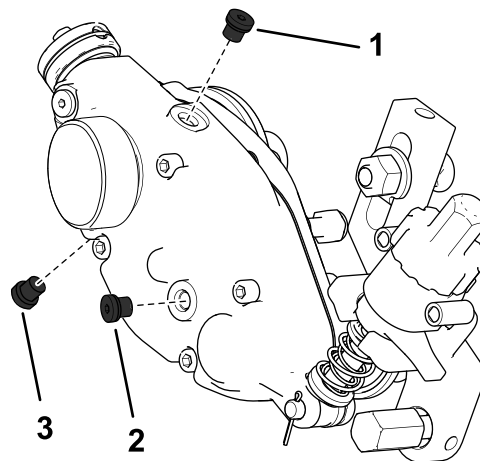

图30
2. 取出壳体底部的排油塞图30。
3. 取出壳体一侧的加油塞并松开顶部的排气塞以使空气通过图30。